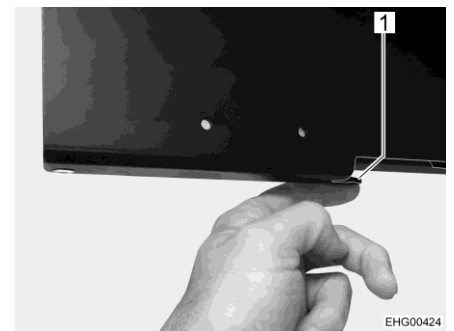

Fig. 96 Déverrouiller le mécanisme de pivotement
- Pour tourner l'écran plat dans la position désirée, pousser le levier noir (Fig. 96,1) en bas de la rallonge et le faire pivoter.